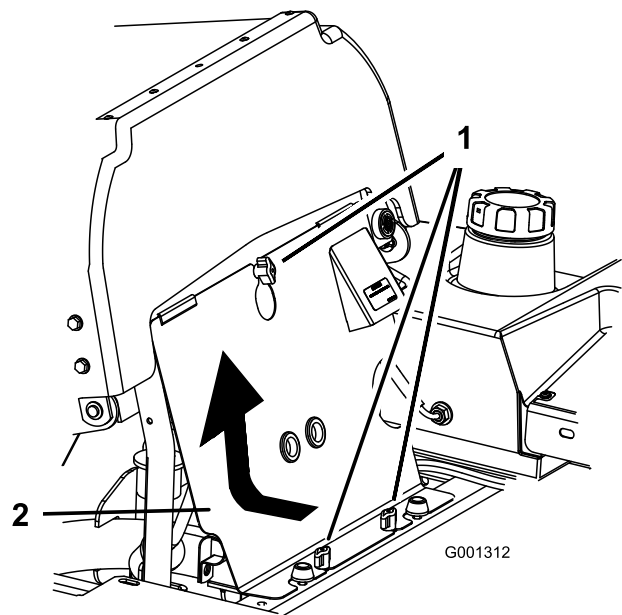

Figura 88
3. Afloje los cierres del panel delantero del motor y retire el panel (Figura 88).